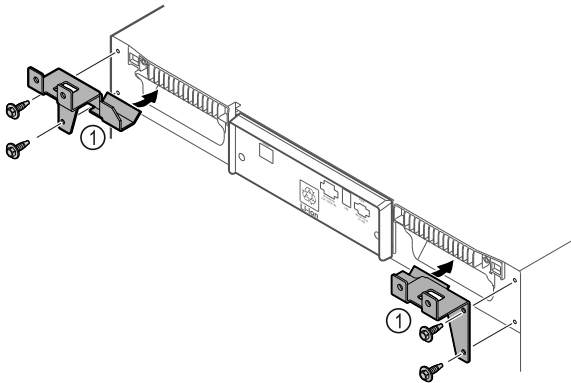

Fig. 10
- ▶ Vasthouddelen Fig. 10 (1) met meegeleverde schroeven op het apparaat monteren.